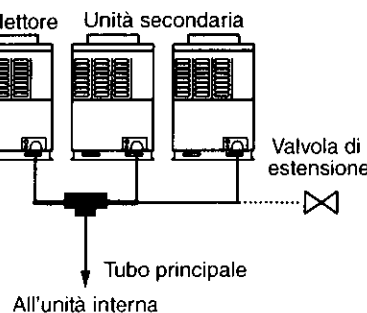

Figura 2
- 2) Tuttavia, come mostrato nella figura qui sotto, è possibile collegare un giunto di diramazione a T, in vendita a parte, al tubo principale, all'interno della tubazione indicata da una linea in grassetto nella figura seguente. (Figura 2)